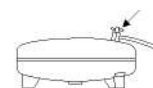

Рис. 9.2
- Один раз в неделю удаляйте конденсат, собравшийся в воздушном ресивере. Чтобы освободить ресивер, **оставьте его под давлением не более 0,5 бар** и откройте клапан на ресивере (рис. 9.2).